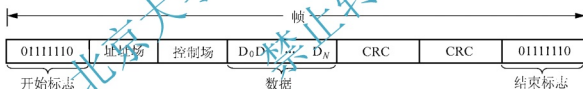

图 7.46 面向比特型的数据格式
(2) 面向比特型的数据格式：根据同步数据链路控制规程(SDLC)，面向比特型的数据以帧为单位传输，每帧由 6 个部分组成。第 1 部分是开始标志“7EH”；第 2 部分是一个字节的地址场；第 3 部分是一个字节的控制场；第 4 部分是需要传送的数据，数据都是位(bit)的集合；第 5 部分是两个字节的循环控制码 CRC；最后部分又是“7EH”，作为结束标志。面向比特型的数据格式如图 7.46 所示。